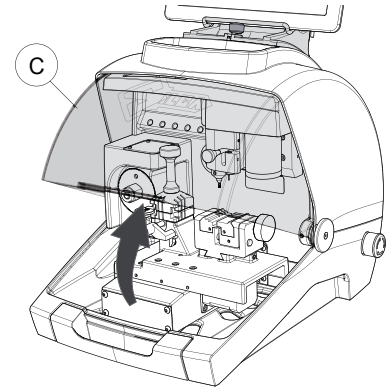

Fig. 7
Para colocar las llaves a cifrar y para efectuar otras operaciones con la máquina, hace falta levantar la pantalla (C) (Fig. 7).